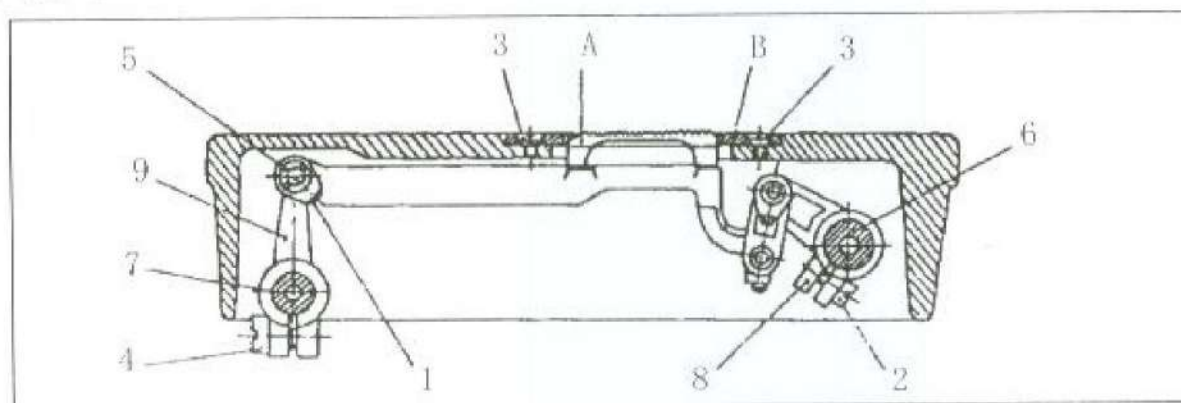

图 17
25、送布牙高度调整：（图17）
26、送布牙倾角的调整：（图17）